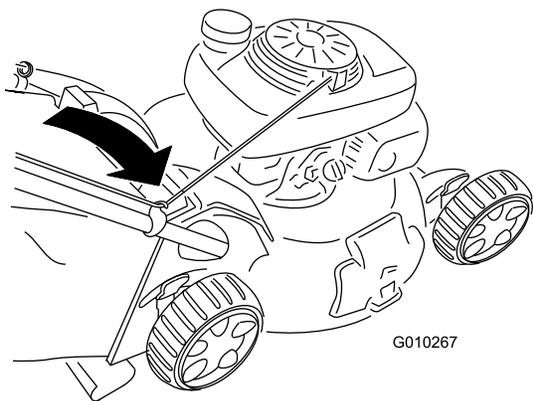

Bild 27
2. Verlegen Sie das Starterkabel um die untere Kabelführung (Bild 27).